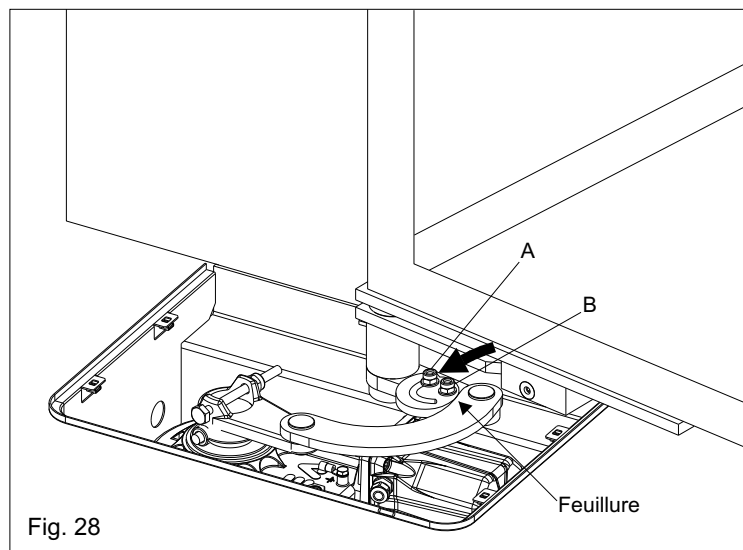

Fig. 28
6.4. Dévisser les écrous A et B, tourner la came jusqu'à feuilure avec la contre bielle et ré- bloquer les écrous (Fig. 28)